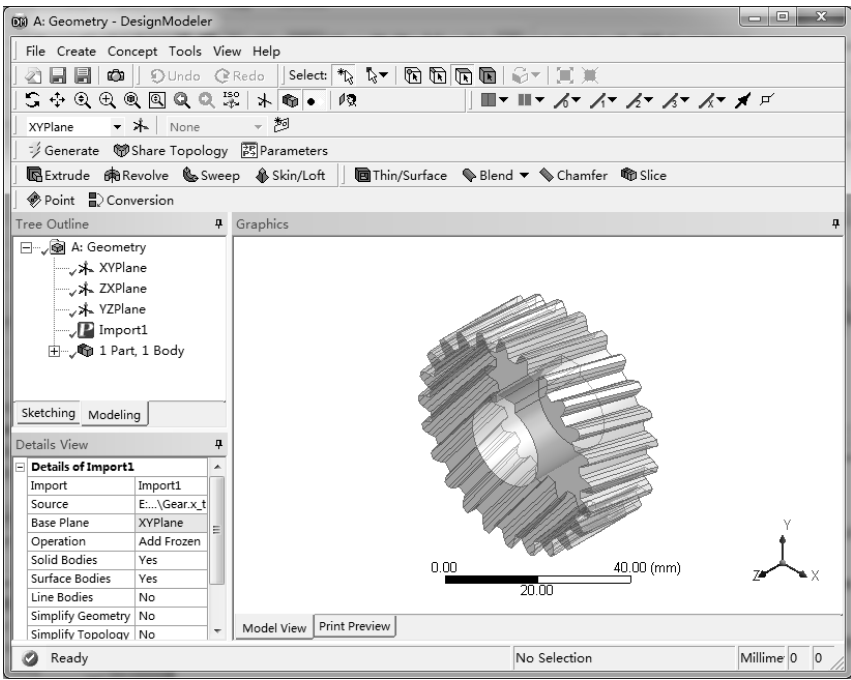

图 11-72 生成几何图形后的 DesignModeler 界面
4) 进入 DM 后，设计树中【Import1】节点前面显示 ，表示需要生成，图形窗口没有图形显示。单击  按钮，生成几何体，即可在窗口右侧显示出几何图形，如图 11-72 所示。